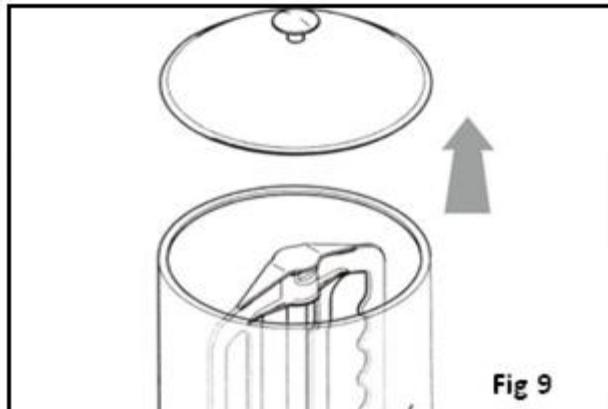

Fig 9
- Rimuovere il coperchio (Fig. 9).